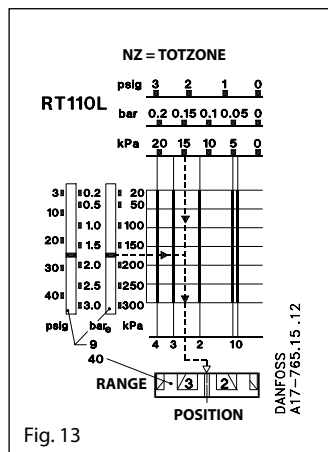

Fig. 13
Das Intervall zwischen den Schaltwerten der Kontakte. Stellglied ist dabei in Ruhe (siehe Abb. 13).
Der Bereich wird mit dem Einstellknopf (5) Abb. 8 unter gleichzeitigem Ablesen der Hauptskala (9) eingestellt. Der eingestellte Druck ist der Aus-schalt-druck für den Kontakt 1-4 (siehe Abb. 13).
Die gewünschte neutrale Zone wird im Diagramm für das betreffende Gerät aufgesucht. An der unteren Skala des Diagramms kann dann abgelesen werden, auf welche Position die Neutralzonenrolle (40) eingestellt werden muß. Die Funktion geht aus Abb. 13 hervor.